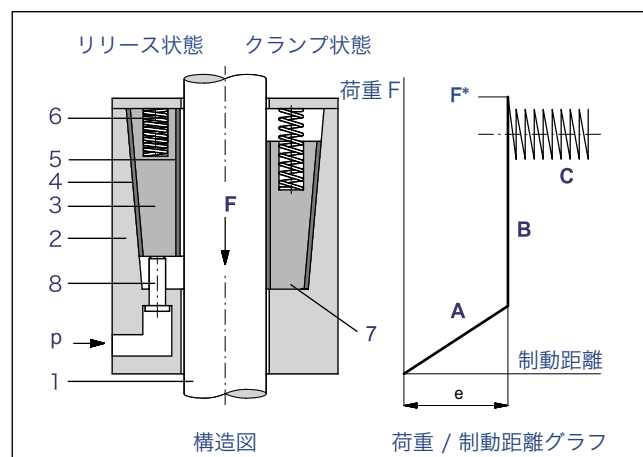

図1 詳細図
2.1 ロッドのホールド (図 1 参照)
セーフティキャッチャーのクランプ力は、ロッドが荷重に伴い動くと、本来のクランプ能力を発揮します。プレーキライナ (5) とロッドとの摩擦力により、クランピングジョーはロッドとともに、数ミリ引きずられた後、クランピングジョーポジションで停止します。この一連の動作は、図 1 内の荷重・制動距離グラフで、示されています。